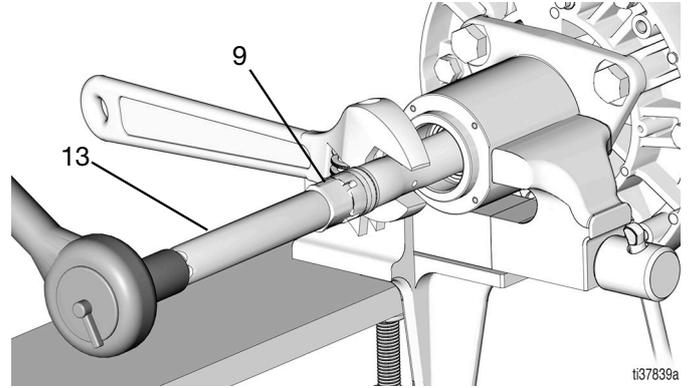

图 27
10. 重新安装流体活塞 (9) 和连杆 (13), 在活塞柱平面上用一把扳手, 在连杆 (13) 上用 15/16 英寸套筒, 然后拧紧 (扭矩 140 - 160 ft-lb/189.8 - 216.9 N•m) (图 27)。